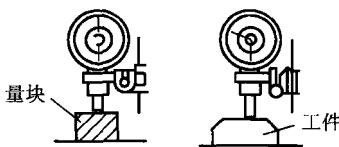

图 1-28 比较法测量工件尺寸
- 2) 将百分表测头置于样品上, 转动百分表外圈, 使长针与刻度零线重合, 如图 1-28 所示。